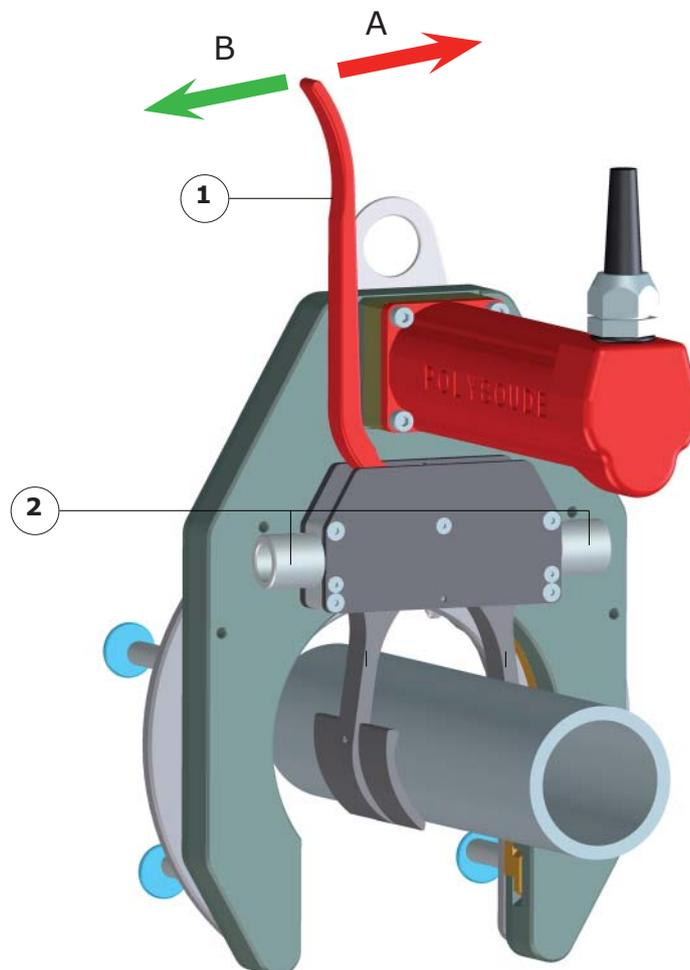

Abb. 5.14 - Festspannen mit Zange
- Spannvorrichtung über Steuerungshebel schließen (Richtung A) (Abb. 5.14 - Pos. 1), in dieser Position muss das Rohr frei sein,
- Zangen über eines der Einstellräder mit dem Rohr in Kontakt bringen (Abb. 5.14 - Pos. 2),